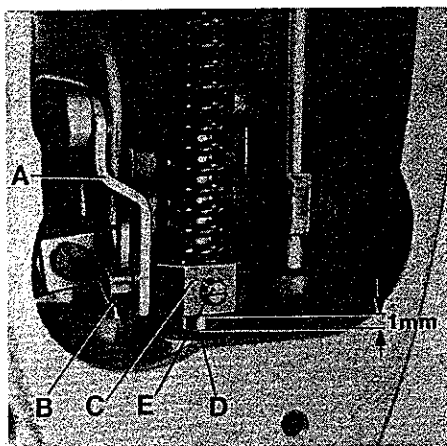
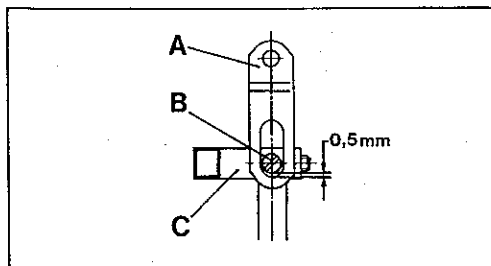

Fig.33
Fig.33A
With needle bar at bottom of stroke and presser foot resting squarely on throat plate, there should be a minimum clearance of 0,5 mm (.020 in.) between slot end of link (A, Fig. 33 and 33A) and shank screw (B) in presser bar connection and guide (C) when the foot lifter lever is released. At this time, there should also be at least 1 mm (.040 in.) clearance between bottom of presser bar connection and guide (C, Fig. 33) and top of presser bar bushing (D).
Loosen set screw (E, Fig. 33) in presser bar connection and guide (C). Then, while pressing the presser foot down firmly, pry up presser bar connection and guide (C) with a screwdriver to obtain the described setting dimensions and tighten set screw (E) securely.
Bei am unteren Hubende stehender Nadelstange und direkt auf der Stichplatte aufliegendem Drückfuß, soll zwischen dem Schlitzende des Gelenks (A, Fig. 33 und 33A) und der Zapfenschraube (B) in der Drückfußstangen-Verbindung und Führung (C) ein Mindestabstand von 0,5 mm sein (siehe Fig. 33A), wenn der Fußlifterhebel losgelassen ist. Gleichzeitig muß zwischen der Unterseite der Drückfußstangen-Verbindung und Führung (C, Fig. 33) und der Oberseite der Drückerstangenbuchse (D) ein Abstand von mindestens 1 mm sein.
Lösen Sie den Gewindestift (E, Fig. 33) in der Drückfußstangen-Verbindung und Führung (C). Dann hebeln Sie mit einem Schraubendreher, während Sie den Drückfuß fest nach unten drücken, die Drückfußstangen-Verbindung und Führung (C) nach oben, um die beschriebenen Einstellmaße zu erhalten und ziehen den Gewindestift (E) gut an.